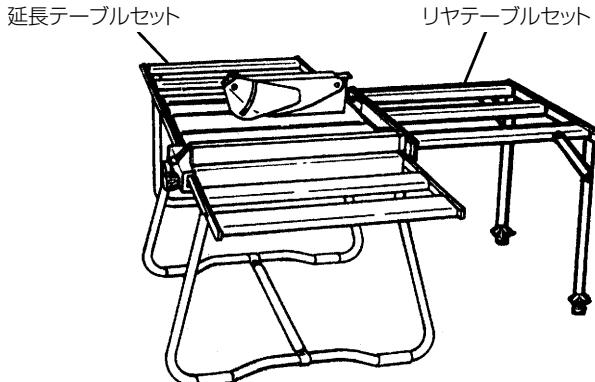

図 6
- ②延長テーブルセット（図6）（コード番号303784）
- ③リヤテーブルセット（図6）（コード番号991238）